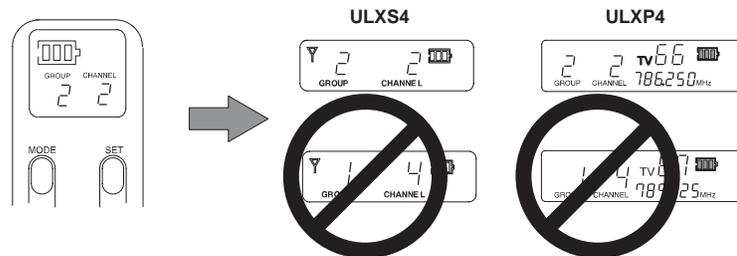

FIGURA 30
7. Accertatevi che le impostazioni di gruppo e canale del trasmettitore corrispondano a quelle del ricevitore, come illustrato in Figura 30. Se usate il trasmettitore Bodypack, fissatelo alla cintura, in vita o alla cinghia della chitarra mediante l'apposito fermaglio.